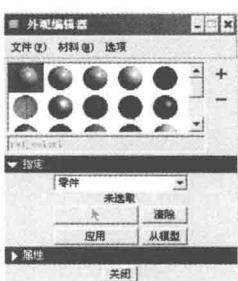

图 1-26 外观编辑器
(1) 设置工作目录。选择“文件”→“设置工作目录”，弹出“选择工作目录”对话框，选择“D:\ProE 产品设计实例\风扇”，单击“确定”按钮。
(2) 打开文件。选择“文件”→“打开”命令或单击文件常用工具中的按钮，弹出“文件打开”对话框，可先查找到文件所在的路径并在“类型”下拉列表框中指定要打开的文件类型，然后选取文件进行打开。
(3) 设置窗口背景底色。选择“视图”→“显示设置”→“系统颜色”，在弹出的“系统颜色”对话框中单击“布置”按钮，选择“白底黑色”，单击“确定”按钮。
(4) 图形缩放、平移与旋转。单击图标，用鼠标左键在屏幕上框选放大区域。单击图标，图形自动按系统内定的比例缩小。单击鼠标中键，同时，按住“Shift”键，拖动鼠标可进行平移操作。按下鼠标中间滚轮，拖动鼠标，可进行旋转操作。滚动鼠标中间滚轮，对图形进行动态缩放。
(5) 鼠标的运用。在 Pro/E 系统中为了使操作更便利，也为了使设计效率更高，操作者最好使用三键滚轮鼠标，其中滚轮兼具鼠标中键的功能，一般而言，鼠标左键的使用率是最高的，主要用于选取对象、绘制几何图形等；鼠标中键用于确认、结束或取消几何图形命令，并能切换至选取模式；鼠标右键主要用于切换选取对象或弹出快捷菜单。
(6) 颜色和外观。系统提供外观编辑器以便用户能够调配出适当的颜色，使模型着色显示出最好的视觉效果。选择“视图”→“颜色和外观”命令，弹出如图 1-26 所示的“外观编辑器”窗口，利用此窗口可以选择、新增或修改各种颜色与材质，并着色到指定的模型对象。